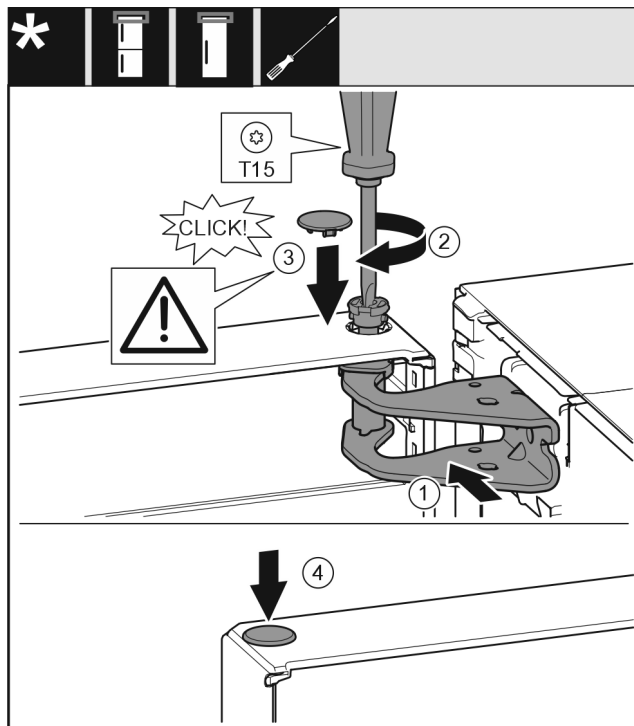

Fig. 23
- Joondage uks ülal laagripuki ava suhtes välja. Fig. 23 (1)
- Pange polt Fig. 23 (2) sisse ja keerake kruvikeerajaga kinni.
- Monteerige ukse kindlustamiseks turvakate Fig. 23 (3): Pange turvakate sisse ja kontrollige, kas see toetub uksele. Vastasel juhul pange polt täiesti sisse.
- Pange kork Fig. 23 (4) sisse.